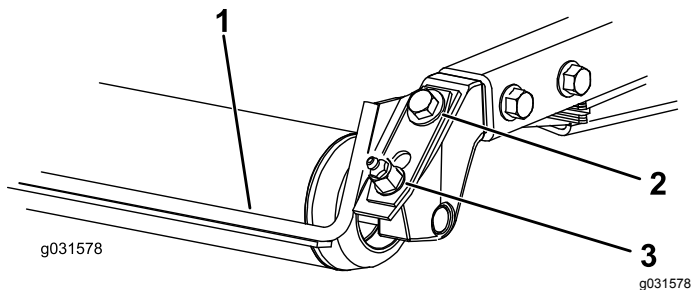

Рисунок 19
1. Ослабьте пресс-масленку и крепежный винт (Рисунок 19).